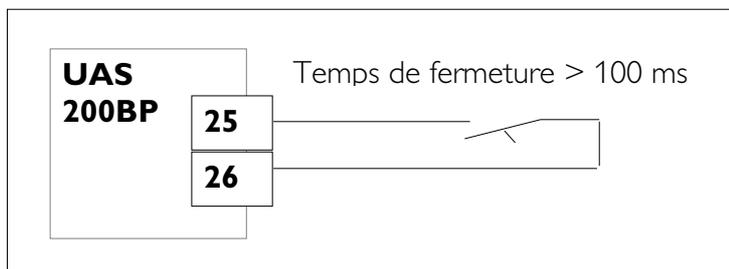

fig 7 : Entrée de réarmement manuel
* S1 en 1 : réarmement manuel (cas des installations ou des machines pour lesquelles l'intervenant peut rester dans la zone dangereuse sans être détecté); pour que l'UAS200BP soit réenclenchée, il faut non seulement que le champ soit libre, mais également qu'un opérateur commande volontairement ce réarmement. Ceci est effectué en général par un bouton-poussoir à fermeture qui est branché sur la platine entre les bornes 25 et 26 (fig 7).